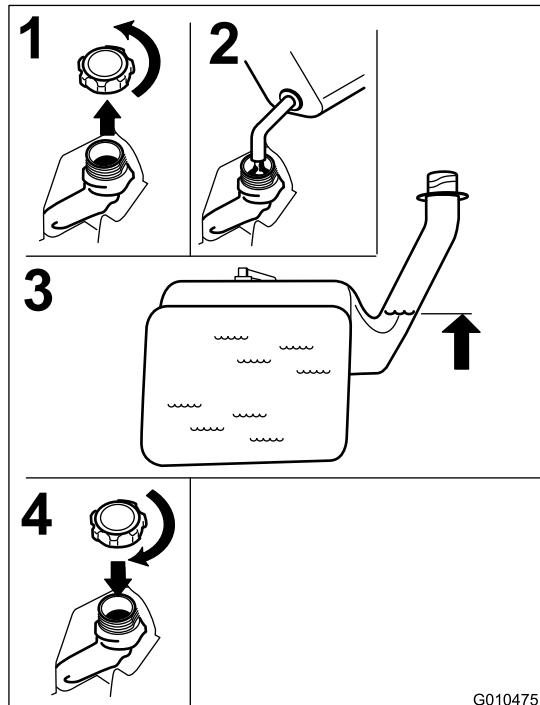

Figure 8
2. Versez lentement de l'essence sans plomb ordinaire jusqu'à ce que le niveau atteigne le bas du goulot de remplissage (Figure 8).